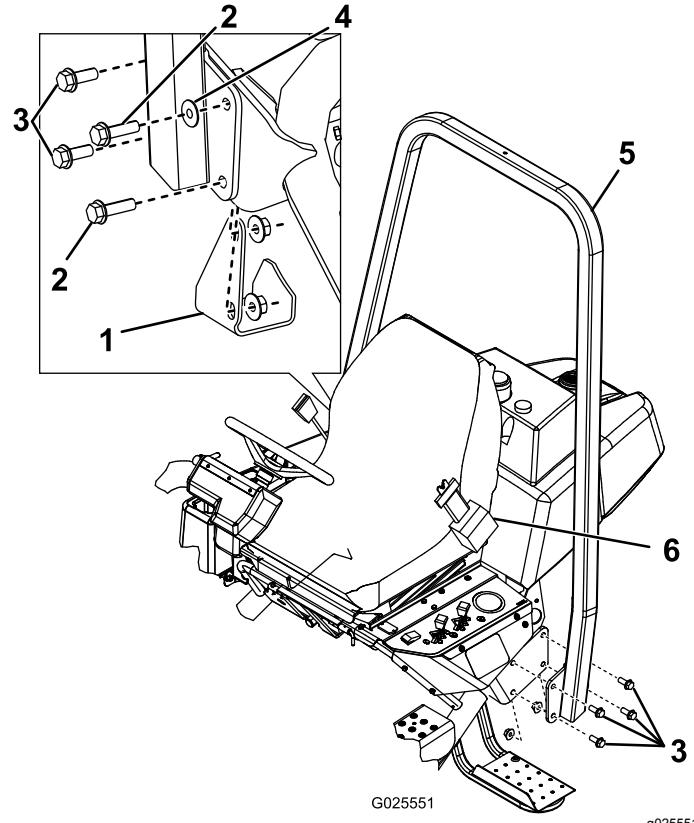

図6
- ROPSフレーム図6を取り付けブラケットの上に置いて取り付け穴をそろえる。
- ROPSの左側を取り付けブラケットに固定するボルト $\frac{1}{2}$ " x 1 $\frac{1}{2}$ " 4本とロックナットを使用する図6。91-115 N·m67-85 ft-lb = 9.3-11.7 kg.mにトルク締めする。
- ROPSバーの右側、および先ほど取り外したジャッキパッドを、取り付けブラケットに固定するボルト $\frac{1}{2}$ " x 1 $\frac{1}{2}$ " 2本、ボルト $\frac{1}{2}$ " x 1 $\frac{3}{4}$ " 2本、ワッシャ1枚とロックナットを使用し、図6に示すように取り付ける。91-115 N·m67-85 ft-lb = 9.3-11.7 kg.mにトルク締めする。
重要ワッシャが図6に示す位置に間違いなく取り付けられていることを確認してください。